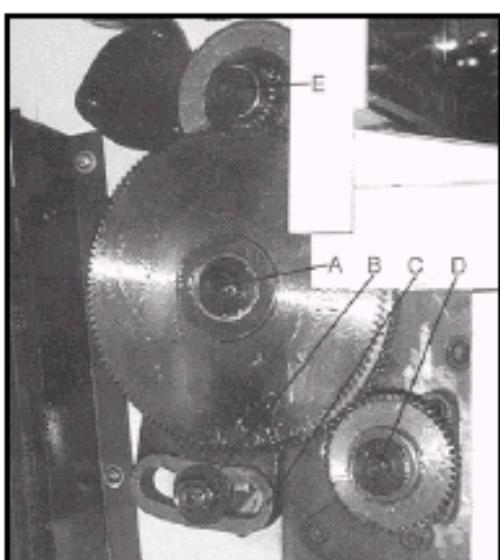

Рис.17
Ослабьте винты (A, B, рис.17) и гайку (C), чтобы откинуть гитару.